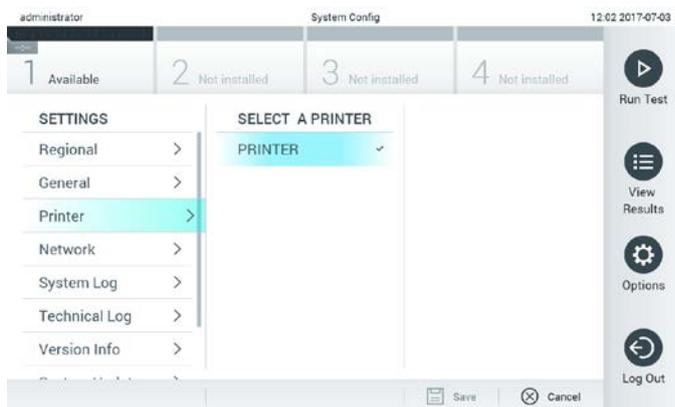

Figura 65. Selezione di una stampante di sistema.
3. Selezionare una stampante dall'elenco delle stampanti disponibili (Figura 65).